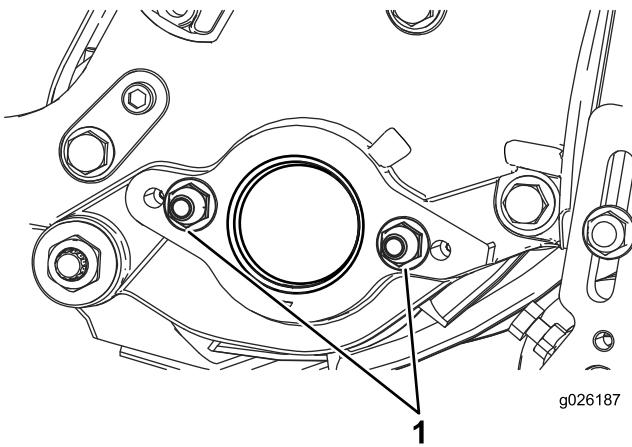

Figura 7
- 2. Retire as 2 porcas de bloqueio da placa do lado direito (Figura 7).
- 1. Porca de bloqueio (2)
- 4. Instale as 2 porcas de bloqueio de montagem do motor do cilindro na placa do lado esquerdo da unidade de corte (Figura 7).